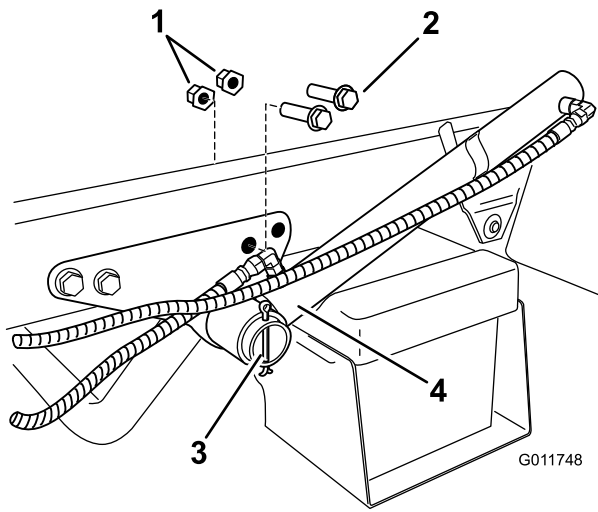

Bild 7
- 1. Nehmen Sie die 2 hinteren Schrauben und Bundmuttern an der Hubzylinderhalterung ab (Bild 7).